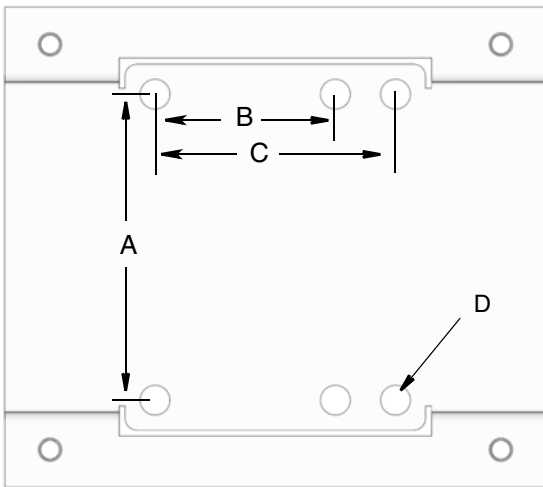

FIG. 6
- Percer les trous dans la surface de fixation. Utiliser le socle (103) de l'enrouleur comme gabarit pour la position des trous de fixation ou consulter la FIG. 6 pour les dimensions.